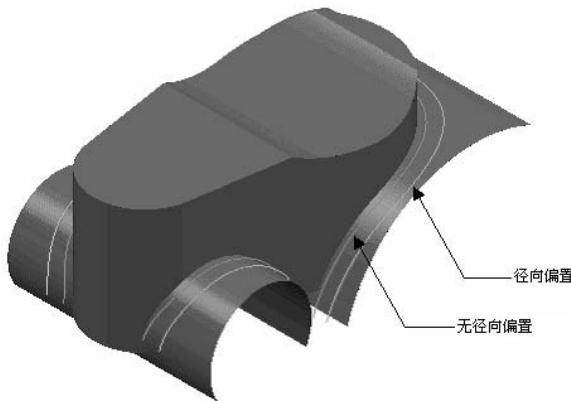

图 2-207 径向偏置
**【径向偏置】:** 用于定义刀具与驱动曲面之间的间距，该间距在刀具直径方向上测量，如图 2-207 所示。